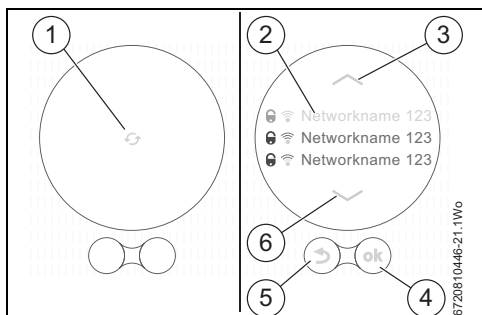

Рис. 9 Выбор сети Wi-Fi
- ▶ Чтобы переключить регулятор в режим "офлайн", нажмите кнопку «назад» (→ рис. 9, [5]). Теперь температуру можно настроить только вручную с помощью экрана.
- ▶ Чтобы снова выполнить поиск, нажмите кнопку **ok** (→ рис. 9, [4]).